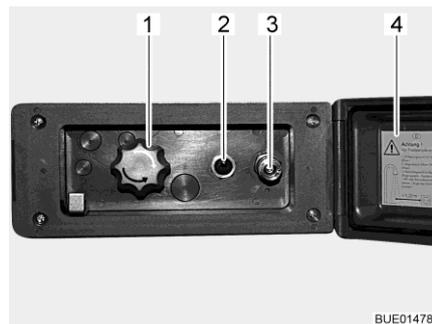

Fig. 123 Conexión de ducha exterior
- Desbloquear y abrir la tapa (Fig. 123,4).
- Conectar la manguera de la ducha exterior al cierre rápido (Fig. 123,3).
- Encender la bomba de agua con el interruptor (Fig. 123,2).
- Ajustar la temperatura del agua con el botón giratorio (Fig. 123,1) según se desee.
- Apagar la bomba de agua con el interruptor (Fig. 123,2).
- Cerrar la tapa (Fig. 123,4) y bloquearla con la llave.
- Poner el botón giratorio (Fig. 123,1) en la posición central.